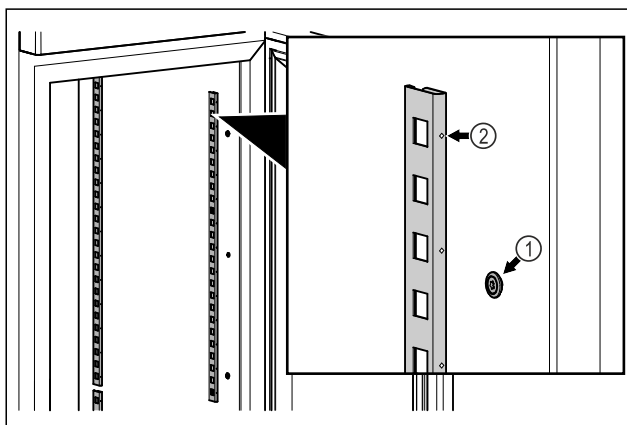

Fig. 17 Immagine a titolo di esempio
- Agganciare le barre di arresto in sospensione Fig. 17 (1). Il contrassegno Fig. 17 (2) deve essere rivolto in avanti.